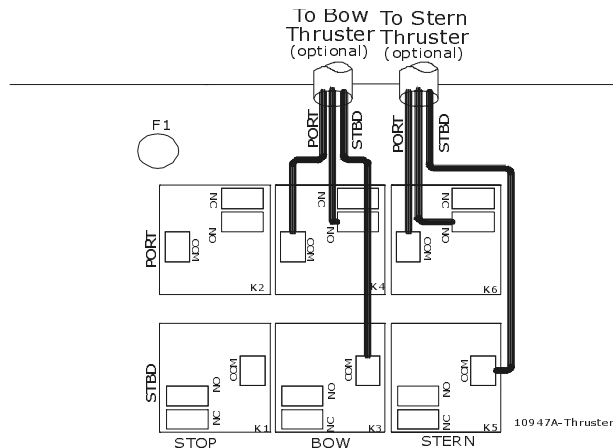

Abbildung 25: Verdrahtungsschema des Strahlruderkabels zur Verteilerdose
- E) Schließen Sie die Adern an der Relaisverteilerdose wie in Abbildung 25: gezeigt an.